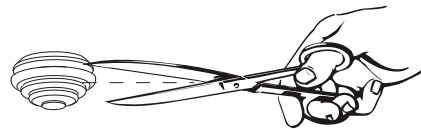

Fig. 4
- 5) Insérer les galoches dans les trous pré-perçés et introduire les câbles/tuyaux (fig. 4).